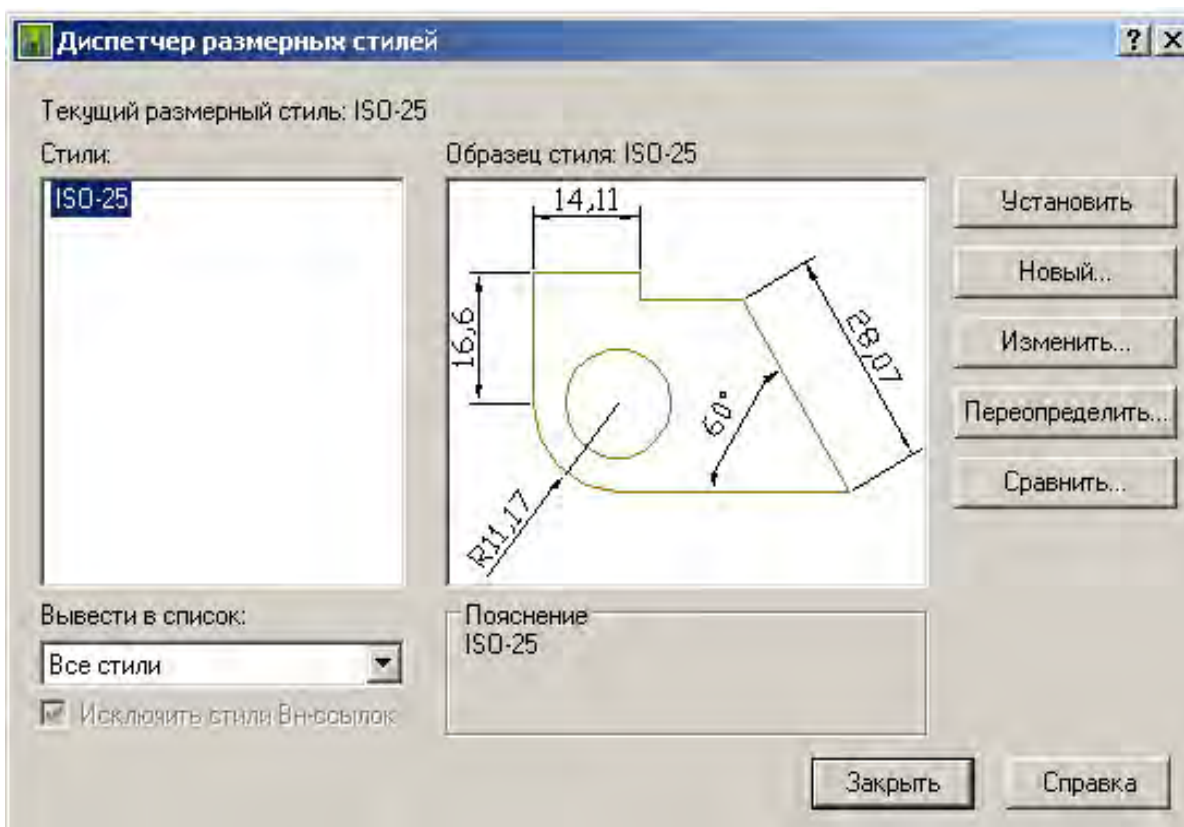

Рис. 19. Вид диалогового окна «Диспетчер размерных стилей»
4. Настройка размерных стилей. Командой «Формат/Размерные стили...» вызываем диалоговое окно «Диспетчер размерных стилей» (рис. 19), в котором выбираем «Новый...», в открывшемся диалоговом окне «Создание нового размерного стиля» (рис. 20) вводим имя нового стиля (например, 1-50, так как создаваемый чертеж будет иметь масштаб 1 : 50), затем выбираем «Далее», открывается диалоговое окно «Новый размерный стиль: 1-50». На вкладке «Линии» устанавливаем значения опций в соответствии с рис. 21, а, на вкладке «Символы и стрелки» — в соответствии с рис. 21, б, на вкладке «Текст» — в соответствии с рис. 21, в, на вкладке «Размещение» — в соответствии с рис. 21, г, на вкладке «Основные единицы» — в соответствии с рис. 21, д. Опции остальных вкладок оставим без изменения.